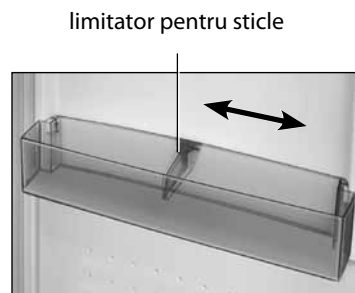

Figura 7
3.5 Limitatorul pentru sticle previne inclinarea acestora la deschiderea si inchiderea usii. Limitatorul pentru sticle se poate deplasa de-a lungul peretelui vasului in conformitate cu figura 7.